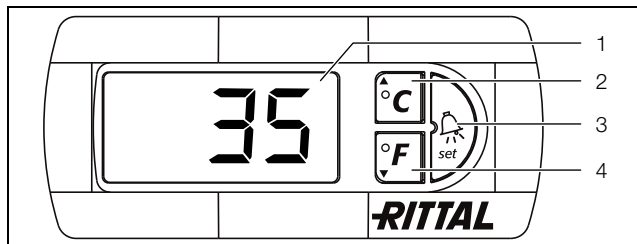

Рис. 16: Сообщения дисплея и анализ системы, e-комфортный контроллер
Теплообменник работает автоматически, т. е. после включения электропитания начинает непрерывно работать вентилятор (см. рис. 2, поз. 3), создавая постоянную циркуляцию воздуха внутри шкафа. Вентилятор и магнитный клапан управляются e-комфортным контроллером. e-комфортный контроллер оснащен 7-сегментным дисплеем (рис. 16, поз. 1). После включения электропитания на нем в течение примерно 2 секунд отображается актуальная версия программного обеспечения. В нормальном режиме работы дисплей отображает температуру (в градусах Цельсия или градусах Фаренгейта) и сообщения об ошибках. Актуальная температура внутри шкафа обычно отображается на дисплее непрерывно. Сообщения об ошибках отображаются поочередно с актуальной температурой. Программирование агрегата производится кнопками 2 – 4 (рис. 16). Параметры программирования также отображаются на дисплее.
- Нажмите одновременно кнопки 2 (°C) и 3 ("Set") (рис. 16) и удерживайте минимум 5 сек.
Кнопки 2, 3 и 4 (рис. 16) позволяют изменять параметры в заданных диапазонах (мин. значение, макс. значение).